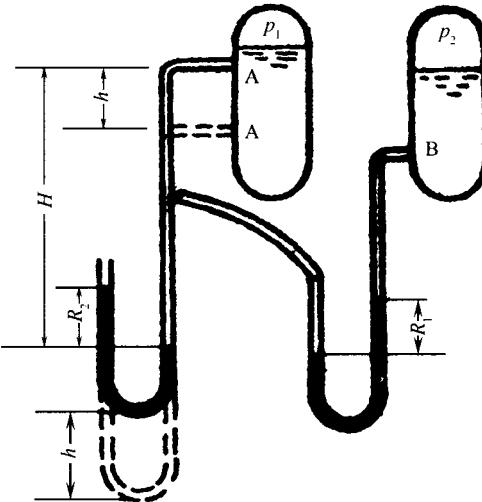

图 1-4
- ① $p_A - p_B = gR\rho_{\text{指}}$ ② $p_A - p_B = gR(\rho_{\text{指}} - \rho_{\text{空}})$
③ $p_A - p_B = gR(\rho_{\text{指}} - \rho_{\text{空}}) + \rho_{\text{指}}ga$ ④ $p_A - p_B = gR\rho_{\text{空}} + \rho_{\text{空}}ga$
26. 如图 1-4 所示,两容器内盛同一密度液体。当 U 形管接于 A、B 两点时,读数各为 R_1 和 R_2 。